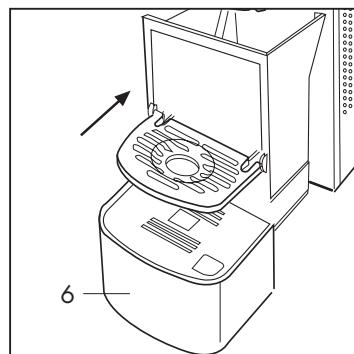

Fig. 25
Nettoyer le bac et la grille des résidus d'eau et de café. Une fois propre, replacer le bac avec le porte-capsules et introduire de nouveau le verre (13) correctement dans son siège (**Fig. 25**)